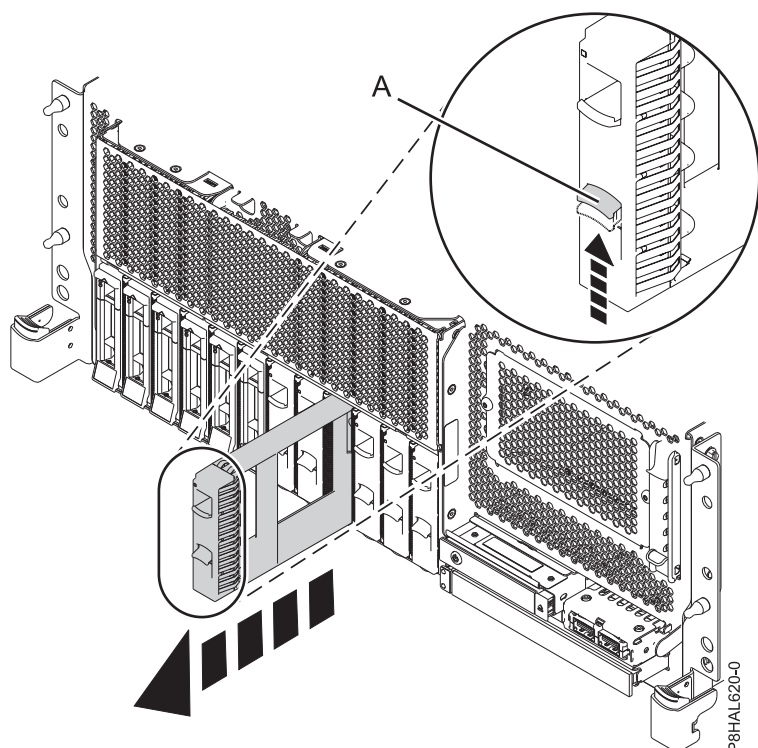

Figura 45. Remover um enchimento de uma unidade de disco num sistema de função base montado em bastidor
- a. Empurre o trinco (A) na pega do enchimento na direcção demonstrada em Figura 45.